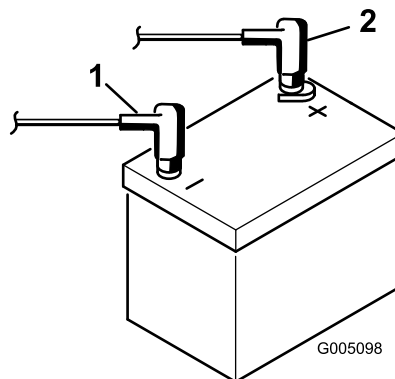

図 8
8. 赤いプラス(+)ケーブルをバッテリーのプラス(+)端子に、黒いマイナス(-)ケーブルはバッテリーのマイナス(-)端子にはめ、ボルトとナットで固定する(図8)。ショート防止のために(+)端子にゴムキャップをかぶせる。